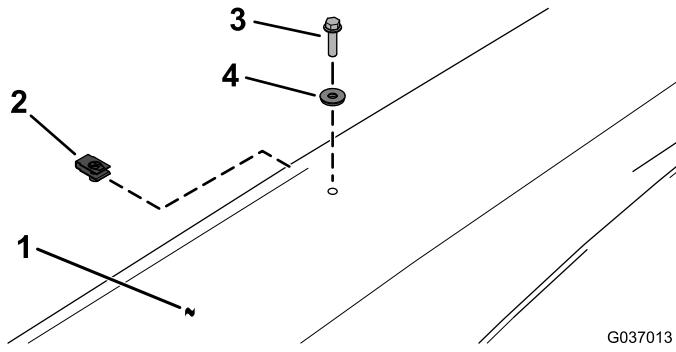

Figura 14
15. Instale o toldo no suporte de apoio do teto utilizando dois clipe, dois anilhas vedantes e dois parafusos flangeados hexagonais ($\frac{1}{4}$ " x 1"), como se mostra na Figura 14.